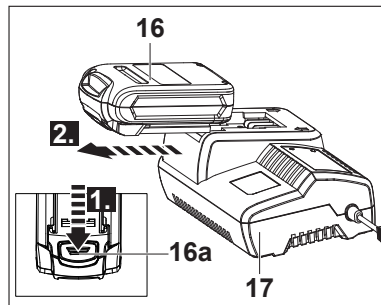

Fig. 7
3. Após ter concluído o carregamento (isto normalmente demora 1 hora, consulte a secção "Luzes indicadoras" em baixo para o estado do carregamento), desligue o carregador (17) da fonte de alimentação.
4. Pressione o botão de libertação (16a) e remova o conjunto de baterias (16) do carregador (17) (Fig. 7).